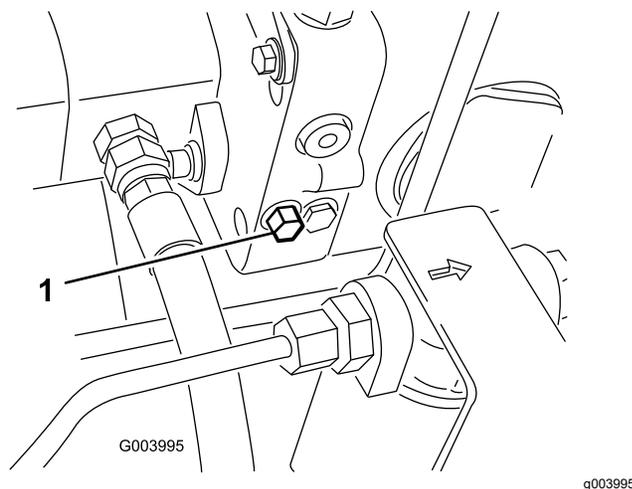

Рисунок 72
1. Чтобы открыть перепускной клапан и обеспечить внутренний перепуск масла, поверните болт клапана на 1,5 оборота (Рисунок 72).